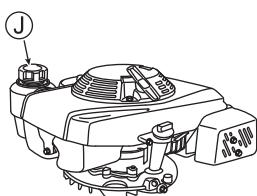

Abb. 9
- Nehmen Sie den Öltankverschluss (U) ab und vergewissern Sie sich, dass der Ölstand zwischen den Höchst- und Mindeststandmarkierungen des Ölstandanzeigers liegt.
- Verschließen Sie den Öltankverschluss (U) nach der Überprüfung ordentlich.
- Öffnen Sie den Kraftstofftankdeckel (J) und füllen Sie Benzin ein. Wischen Sie etwaig verschüttetes Benzin umgehend mit einem Lappen auf. (Siehe Abb. 9)